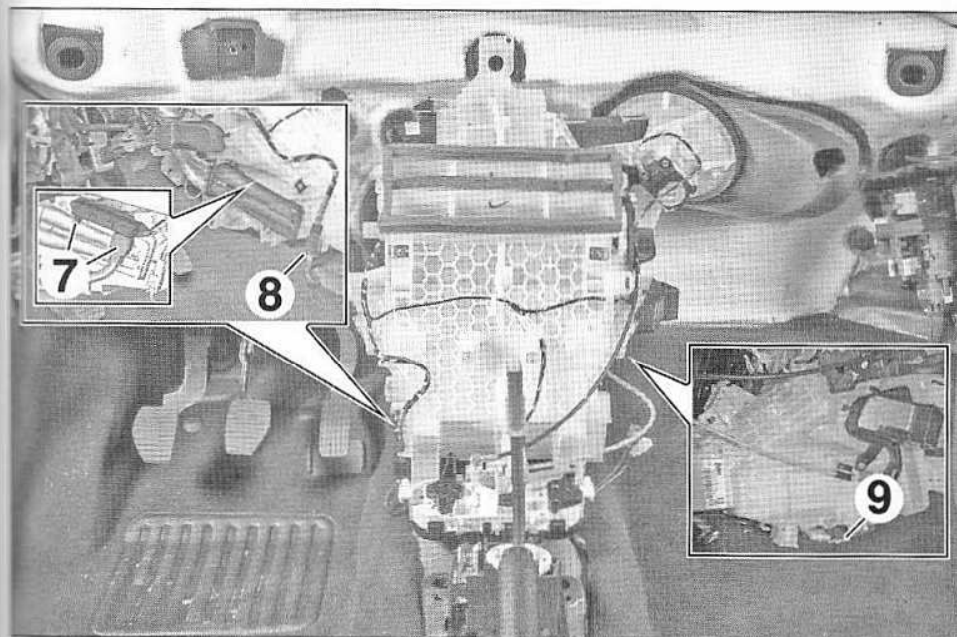

FIG.7
- Débrancher (Fig.7) :
- les connecteurs (7) (selon équipement),
- le connecteur (8).
- Tirer sur la languette (9) pour désaccoupler la durit d'évacuation de la condensation.